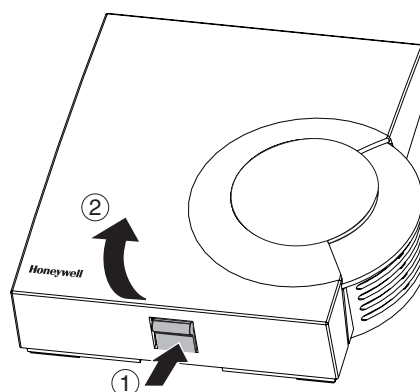

Abb. 1: Gehäusedeckel abnehmen
- ▶ Nehmen Sie den Gehäusedeckel des Raumtemperaturfühlers ab (siehe Abb. 1).